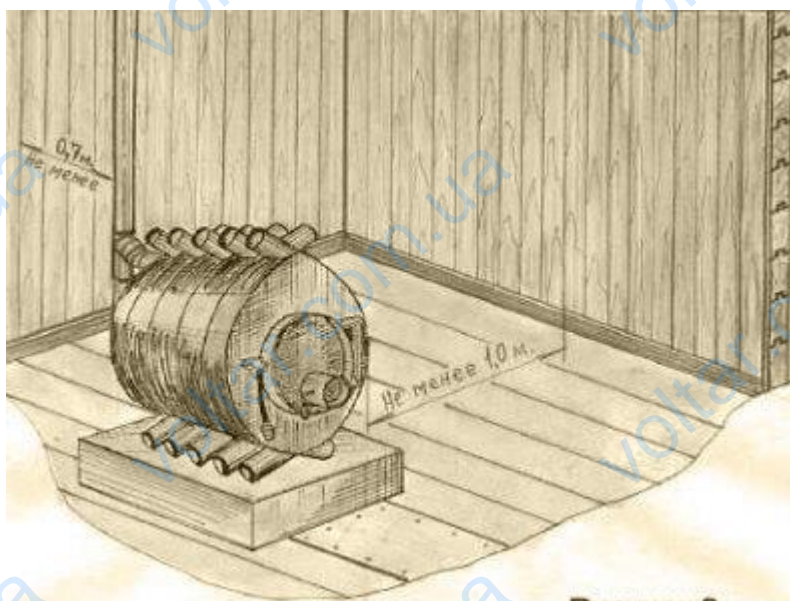
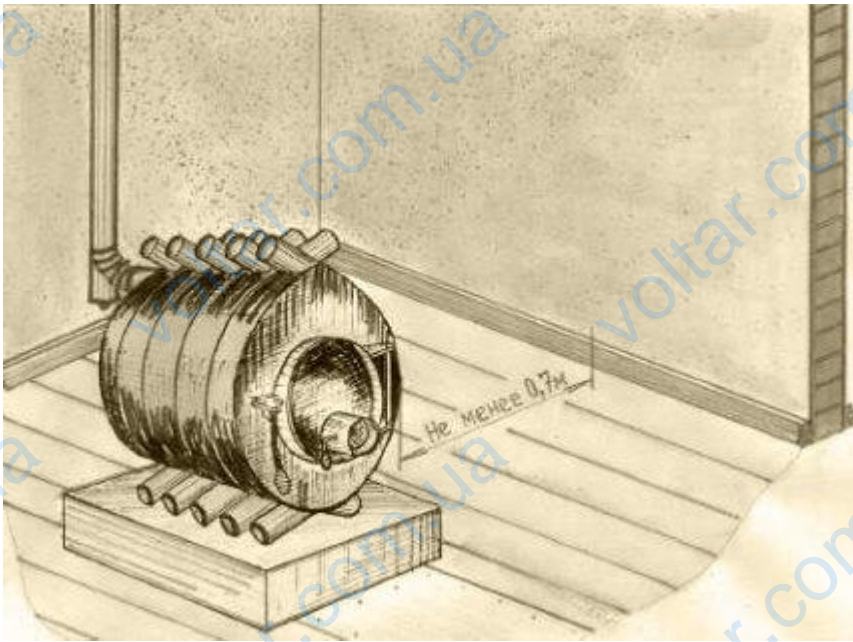

Рисунок 3
Рисунок 4.
4.7. Расстояние от печи до деревянных неоштукатуренных стен должно быть не менее 1,0 метра, а до оштукатуренных стен - не менее 0,7 м. см. рис. 3 и рис. 4.